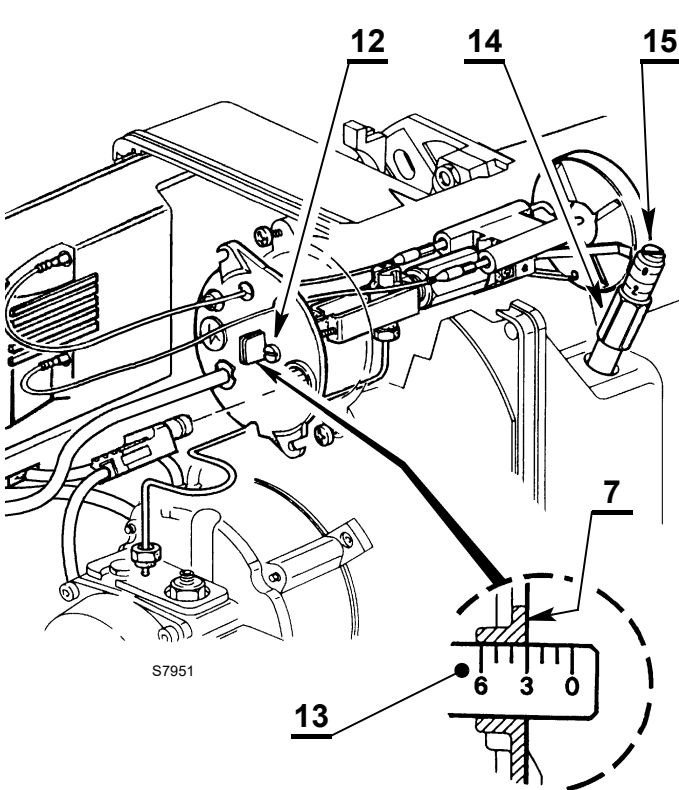

Fig. 14
- ruotare in senso orario o antiorario la vite di regolazione 12)(Fig. 14) fino a che la tacca incisa sulla staffa di regolazione 13)(Fig. 14) coincide con il piano esterno del gruppo portaugello 7)(Fig. 14).
- Allentare il dado 14)(Fig. 14) e tarare la serranda agendo sulla vite 15)(Fig. 14).